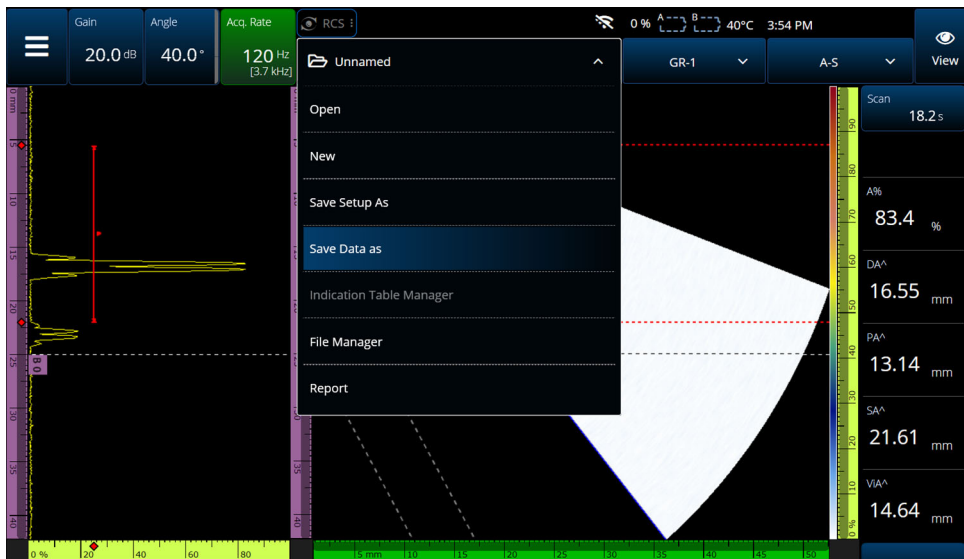
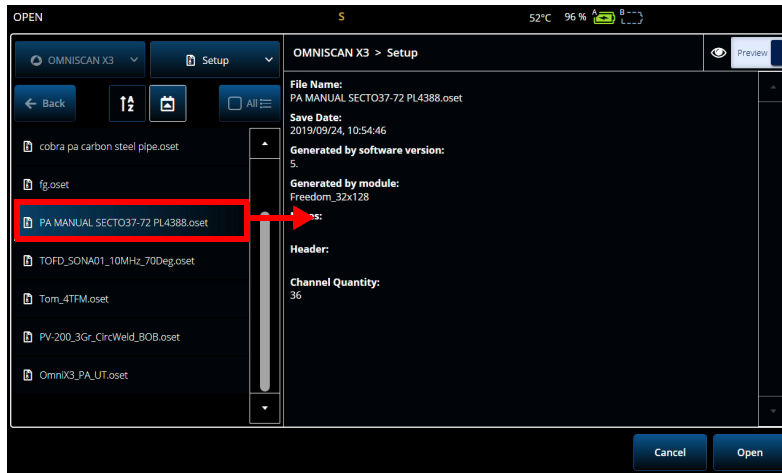

図 6-1 File（ファイル）メニュー
図 6-2 Open (開く) メニュー
探傷の設定とデータはファイルを使用して保存および整理し、レポートにまとめます。☰ File（ファイル）メニューを使用すると、各種のファイルパラメーター、Report（レポート）ツール、File Manager（ファイルマネージャ）にアクセスできます（211ページの図 6-1）。
- 設定ファイルを保存するには、**File (ファイル)** メニューで **Save Setup As (設定ファイル保存)** を選択します (211 ページの図 6-1)。
- ファイルを開くには、**File (ファイル)** メニューで **Open (開く)** を選択し (211 ページの図 6-1)、ファイルが置かれているディレクトリを選択します。ファイルタイプを選択して、設定ファイルまたはデータファイルを開くことができます。**Filter (フィルター)** アイコンを使用してファイルをアルファベット順や日付順にしたり、選択したファイルをプレビューしたりすることもできます (213 ページの図 6-2)。